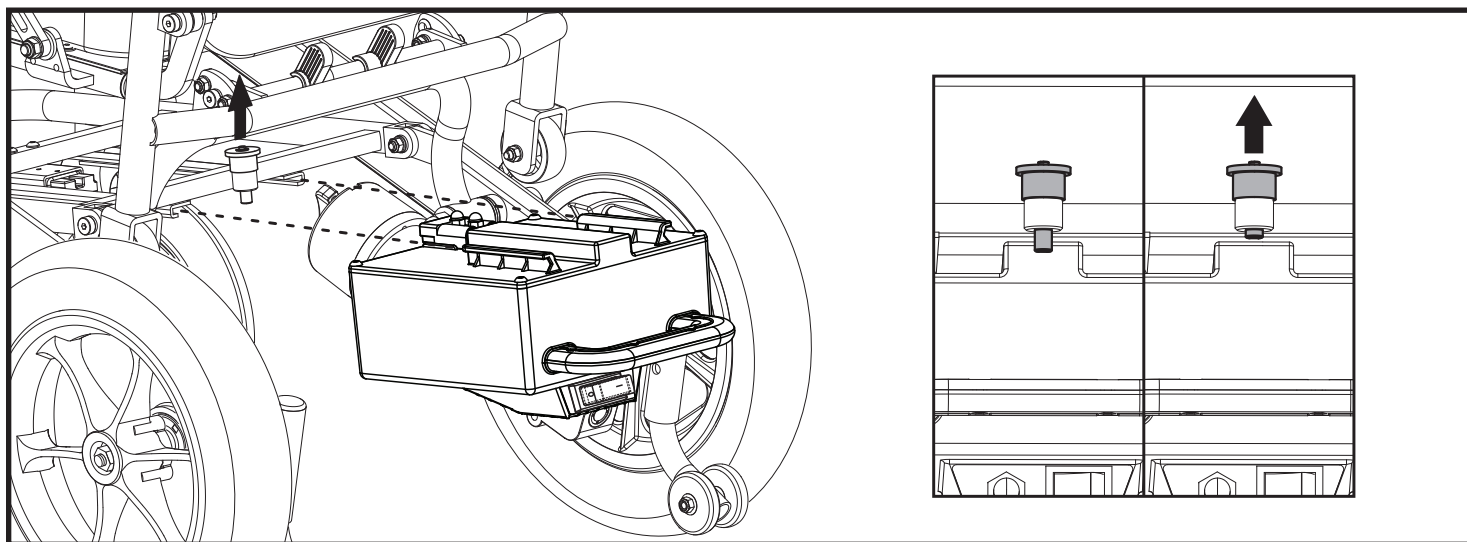

Figure 4. Retrait/installation du boîtier de batterie
2. Installez le boîtier de batterie dans le bac à batterie en le faisant glisser horizontalement à l'arrière du cadre sous le siège jusqu'à ce que la goupille de réglage s'enclenche. **Voir la figure 4.**
5. Saisissez la poignée du boîtier de batterie et soulevez la goupille de verrouillage pour dégager le boîtier de la base motorisée, puis faites glisser le boîtier de batterie hors de la base motorisée. **Voir la figure 4.**